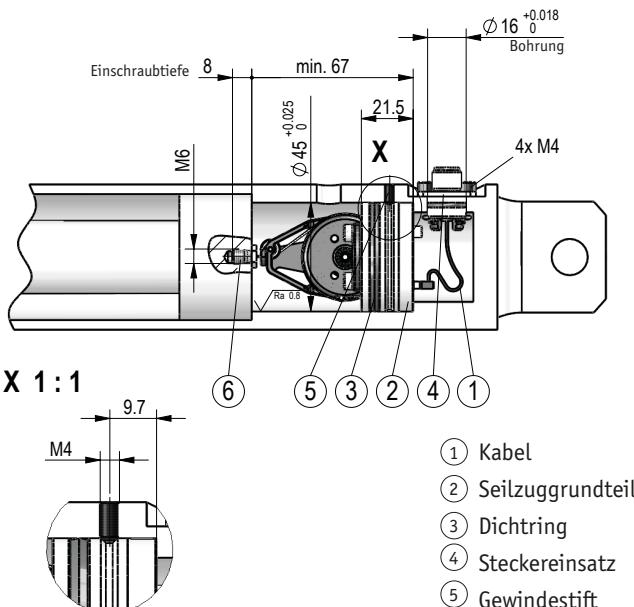

Abb. 3: Montage im Zylinder
Montage (Abb. 3):
- Das Kabel ① (z.B. KV1H) ohne Flanschgehäuse am Seilzuggrundteil ② vom SGH10 einstecken. Das Kabel ① (z.B. KV1H) sollte beim Einbau in die Richtung des Kabelausganges vom Zylinderunterteil zeigen.
- Der SGH10 wird mit eingefettetem Dichtring ③ vorsichtig in das Zylinderunterteil gepresst. Es muss darauf geachtet werden, dass der Steckereinsatz ④ und das Kabel nicht eingeklemmt werden, sondern das der Steckereinsatz durch den Steckerausgang am Zylinderunterteil nach außen gezogen wird. Der Steckereinsatz wird mit dem Flanschgehäuse incl. gefettetem O-Ring gefügt und 4x an der vorgesehenen Stelle verschraubt. Die Axialsicherung kann, wie in Abb. 3 dargestellt, mit einem Gewindestift ⑤ erfolgen. Den Gewindestift erst leicht anziehen (ca. 0.5Nm) und anschließend wieder ca. 0.5 Umdrehungen zurückdrehen.